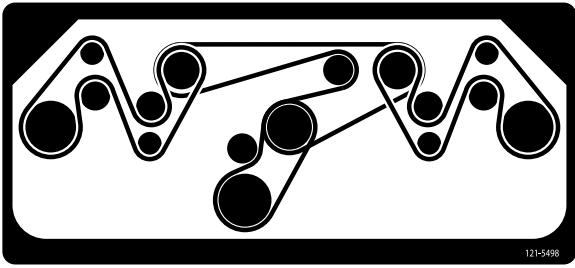

Figura 24
4. Coloque a nova correia nas polias e na estrutura da polia intermédia, como se mostra na Figura 24.